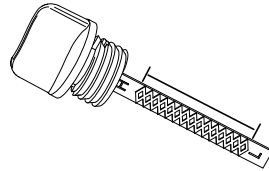

Figura 4-6. Rango de funcionamiento seguro
5. Consulte la Figura 4-6. Retire la varilla de nivel y la tapa de la abertura de llenado de aceite y verifique que el nivel de aceite se encuentre dentro del rango de funcionamiento seguro.
7. Consulte la **Figura 4-6**. Agregue el aceite de motor recomendado. NO llene en exceso. Consulte **Recomendaciones de aceite del motor**.
8. Consulte la **Figura 4-6**. Enrosque la varilla de nivel en el cuello de llenado de aceite. Retire la varilla de nivel de aceite y verifique que el nivel de aceite se encuentre dentro del rango de funcionamiento seguro.